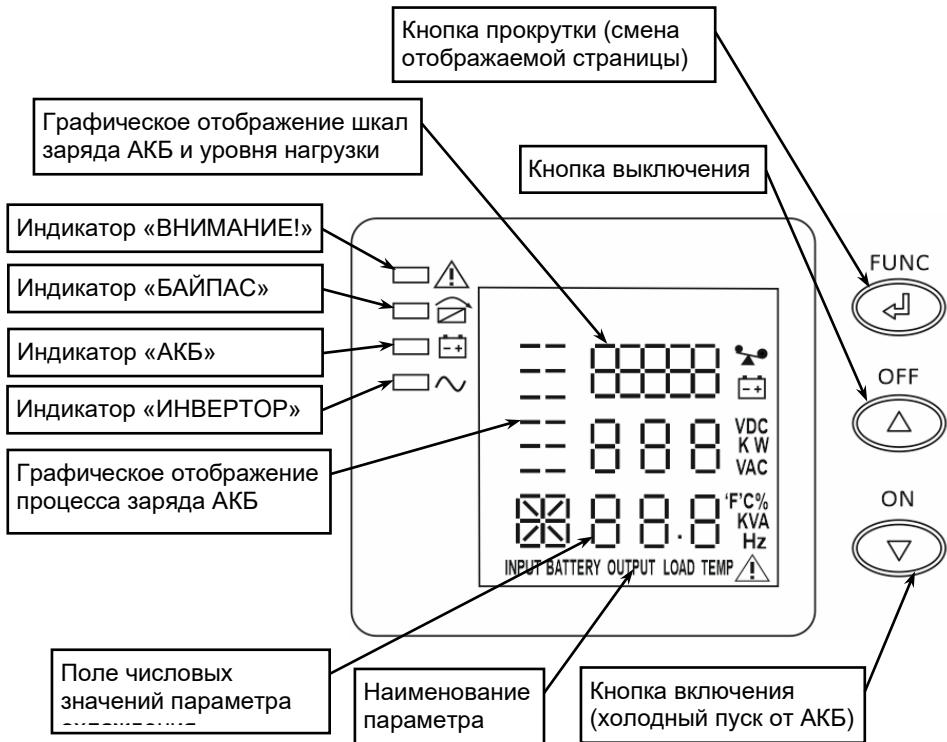

Рисунок 3 — ЖК—дисплей
На ЖК-дисплее отображаются значения основных параметров изделия (см. рисунок 3).
-  **При наличии напряжения питающей сети** в пределах допустимого диапазона (см. п. 2...п. 4 таблицы 1) изделие питает нагрузки стабилизированным напряжением переменного тока правильной синусоидальной формы и осуществляет заряд АКБ. На ЖК-дисплее отображается величина выходного напряжения и значение его частоты (см. рисунок 3). На передней панели светится зеленый индикатор «ИНВЕРТОР».